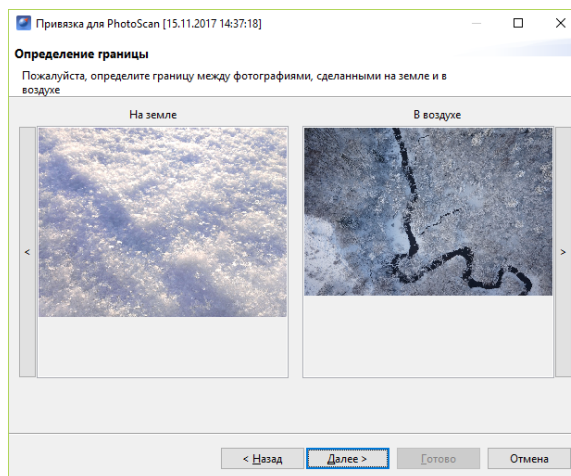

Рис. 118: Определение границы между фотографиями
4. Определите границу между фотографиями, сделанными на земле и в воздухе (рис. 118).